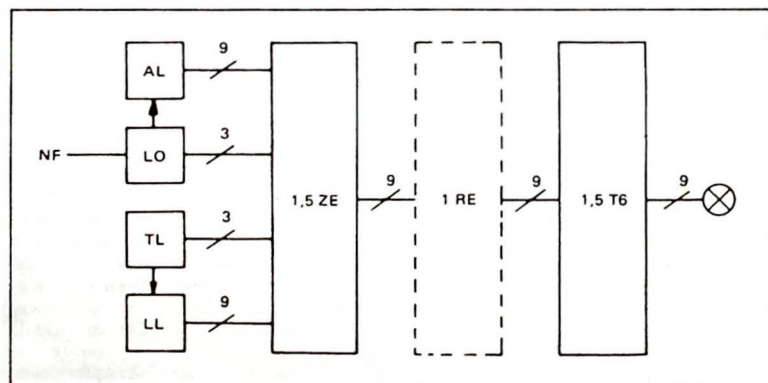
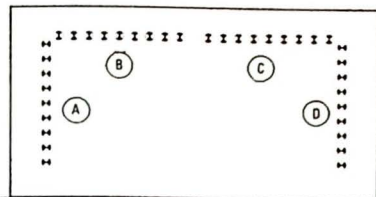
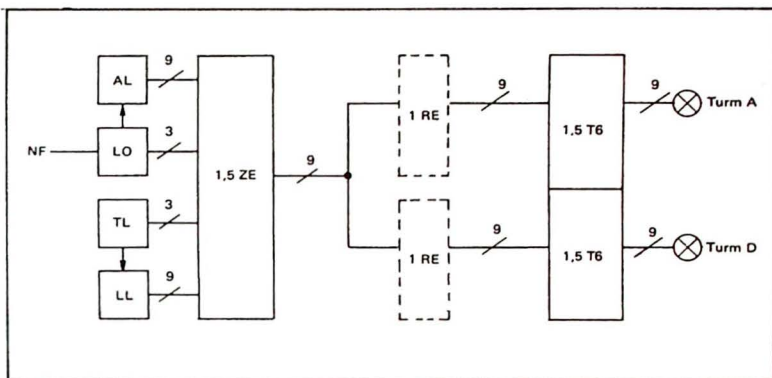
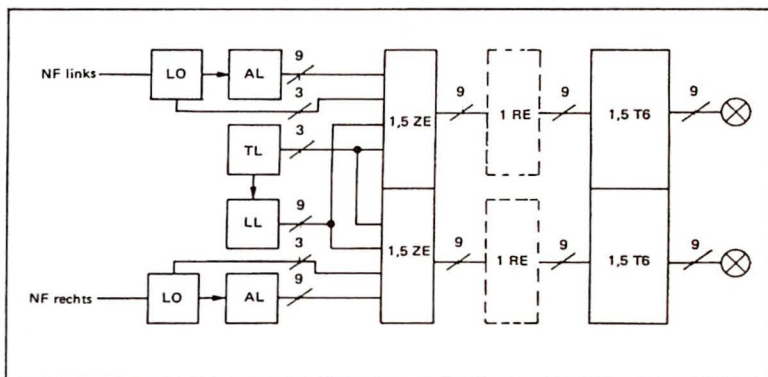

Bild 4. Die Zentraleinheit, bestehend aus 1 1/2 ZE-Karten, schafft die Möglichkeit, mehrere verschiedene Lichteffekte auf die T6-Karten zu schalten.
Bild 5. So sieht eine mögliche Anordnung der 220 V-Lampenkästen aus. Die Türme A/D und B/C führen gleiche Signale.
Bild 6. Diese Version ist ähnlich der in Bild 4 gezeigten, jedoch werden die Signale auf zwei Türme aufgeteilt.
Bild 7. Hier werden zwei Lichttürme wie in Bild 6 angesteuert, allerdings arbeiten hier Lichtorgel LO und Amplitudenlicht AL im Stereobetrieb.
Bild 6. So kann die Frontplatte gestaltet werden. Wenn sich unsere Grafik und die Lithografie an die Forderung nach 1:1-Darstellung gehalten haben, ist dieses Bild - im Gegensatz zu obigem Bohrschema - in Originalgröße abgedruckt.
Werden, wie in Bild 4, alle Lichteffekte benutzt, so zwingen die neun Kanäle von AL und LL zu 1,5 ZE und 1,5 T6. Hier kann jetzt auch, wie in Bild 4 strichliniert angedeutet, die Reverse-Einheit (RE) zwische ZE und T6 geschaltet werden. Da die RE neun Kanäle hat, ist sie nur einmal erforderlich.
Bild 5 zeigt eine mögliche Anordnung von vier Lichtsäulen, wie sie der Autor verwendet, wobei Turm A und D neben den Lautsprechern stehen und Turm B und C über der Discothek hängen. Will man nur die Säulen A und D verwenden, so kommt an die Ausgänge der 1,5 ZEs in Bild 4 ein weiterer Block von 1,5 T6-Einheiten. Hier wird gegebenenfalls mit zwei RE als Option gearbeitet (Bild 6). Natürlich kann für die beiden „halben“ T6-Karten eine ganze eingesetzt werden. Die Stereovariante zeigt Bild 7.. AL und LO erhöhen sich auf je zwei Karten, die ZE auf $2 \times 1,5$. Wenn Turm A und D immer das gleiche Programm fahren sollen, können die beiden halben ZEs auf einer vollen Karte zusammengefaßt werden, so daß nur drei Prints erforderlich sind.
Eine weitere Steigerung bringt die vom Autor aufgebaute Version. Sie verwendet die aus je zwei Prints bestehenden 1,5-er Zentraleinheiten und steuert vier Säulen in einer Anordnung nach Bild 5. Bild 8 zeigt wieder die Baugruppen. Soll diese Version in Stereo laufen, so sind
die beiden ZEs nach dem in Bild 7 angegebenen Strickmuster anzusteuern. Das Spiel kann noch weiter geführt werden, bis das Netzteil die Flaggen streicht. Wie geht es mit der Artikelserie weiter? Es kommt noch eine Karte, die das ins Pult geführte NF-Signal aufbereitet und eine Mimik enthält, die bei Mikrofordurchsagen alles auf Dimmer schaltet